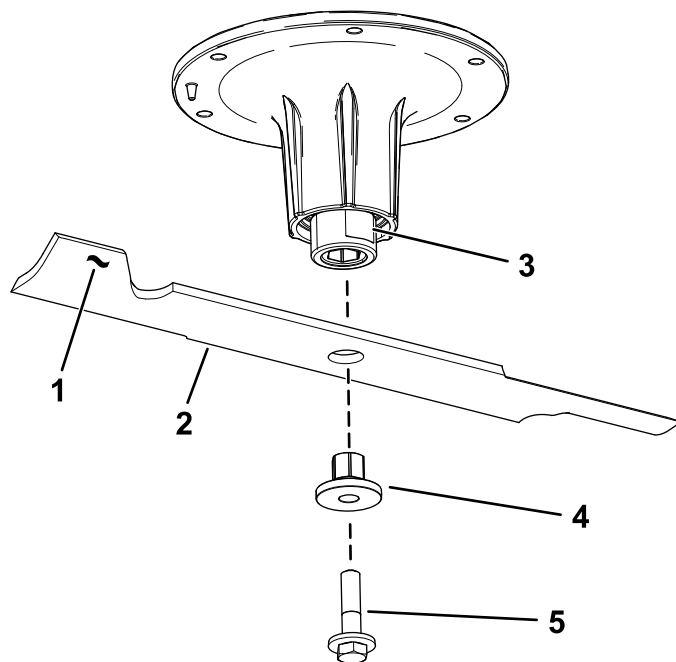

Figure 105
2. Retirez le boulon, la douille et la lame de l'axe de pivot (Figure 105).